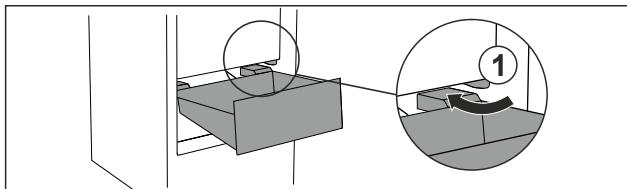

Fig. 60
- ▶ Schubfach schräg um die Stopper Fig. 60 (1) herumführen.